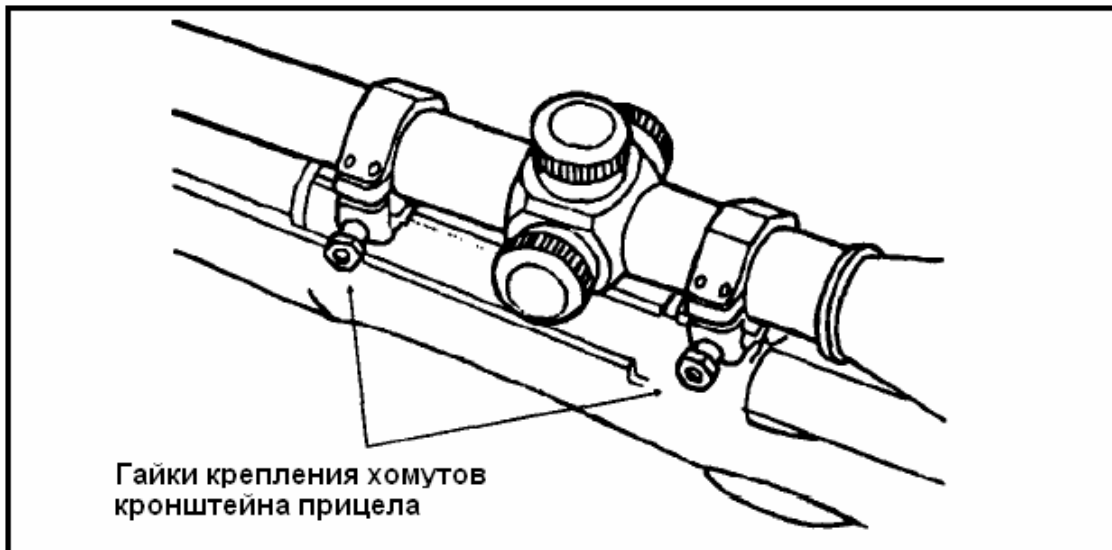

Рис. 2-14. Гайки крепления хомутов кронштейна прицела.
- d. С помощью комбинированного ключа на 1/2 дюйма, ослабить переднюю и заднюю гайки крепления хомутов кронштейна прицела (рис. 2-14) и снять прицел.